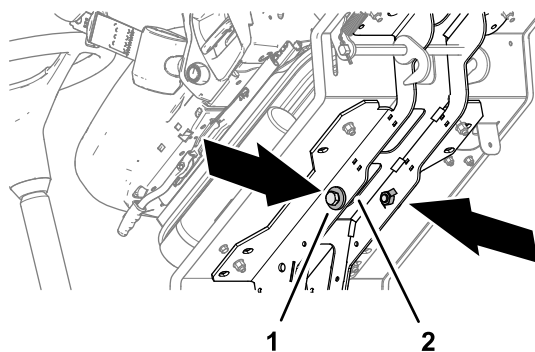

Figura 47
6. Riponete i 2 bulloni 12 x 40 mm e le 2 rondelle da 12 mm che si trovano nelle guide di sostegno della pedana (Figura 47).